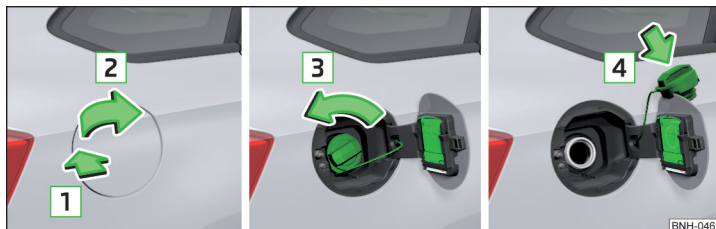

Abb. 150 Tankklappe aufklappen / Tankverschluss herausdrehen / Tankverschluss auf die Tankklappe stecken
Auf der Innenseite der Tankklappe ist der für Ihr Fahrzeug vorgeschriebene Kraftstoff angegeben » Abb. 150 auf Seite 147.
- Auf die Tankklappe in Pfeilrichtung **1** drücken » Abb. 150.